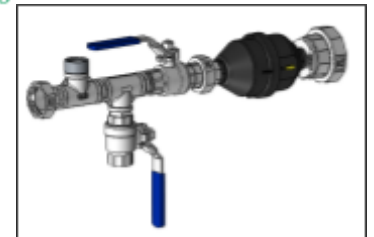

Figure 16.
- **Attention** : installez le raccord en T de manière à ce que le compteur d'eau et le robinet à boisseau soient directement raccordés l'un à l'autre. Orientez le deuxième robinet à boisseau vers le bas (voir figure 16).